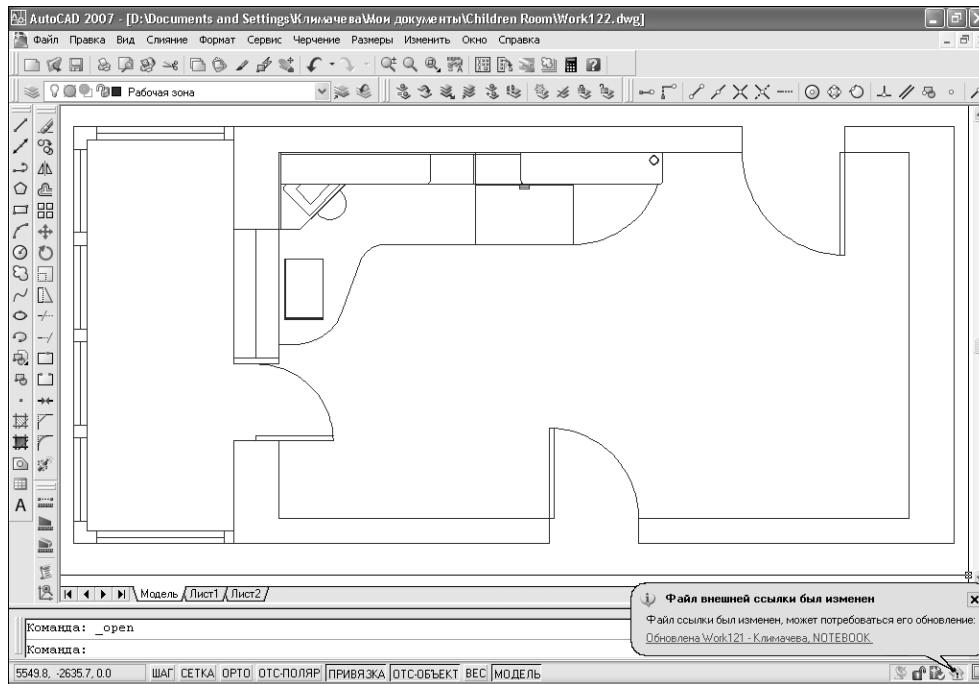

Рис. 12.13 ▼ Сообщение об обновлении файла внешней ссылки
18. В области уведомлений появится сообщение о том, что внешняя ссылка, имеющаяся в открытом чертеже, обновлена (рис. 12.13). Кроме того,
Примечание. Несмотря на то, что изменения, внесенные при редактировании внешней ссылки в главном чертеже, были сохранены в файле внешней ссылки (в этом нетрудно убедиться, открыв файл Work121.dwg), AutoCAD напомнит вам с помощью сообщения в области уведомления (см. рис. 12.13) о том, что файл внешней ссылки нужно обновить. Поэтому, строго говоря, в редактировании «на месте» нет особой необходимости и прибегать к нему нужно только в тех случаях, когда это действительно нужно. В подавляющем большинстве случаев все же проще (да и удобнее, учитывая недоступность ряда команд при редактировании внешней ссылки «на месте») применять редактирование файла внешней ссылки с последующим обновлением главного чертежа.